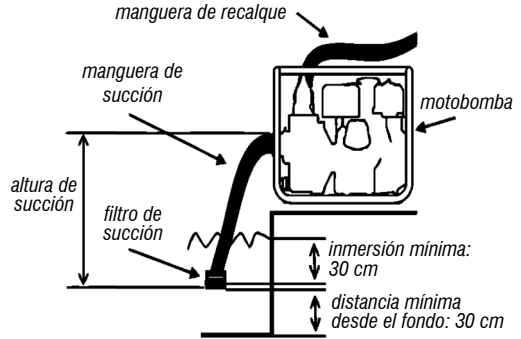

Fig. 2 – Succión, recalque y elevación total
- Para una mejor performance de la motobomba, la misma debe estar lo más cercana posible del nivel del agua que se desea retirar. Cuanto menor la altura de succión, mayor será el flujo de la moto bomba (fig. 2).
- El filtro de succión debe ser inmerso por lo menos 30 cm para evitar la succión de aire y mantenido como mínimo a 30 cm del fondo, evitando la succión de piedras y otros residuos (fig. 2).